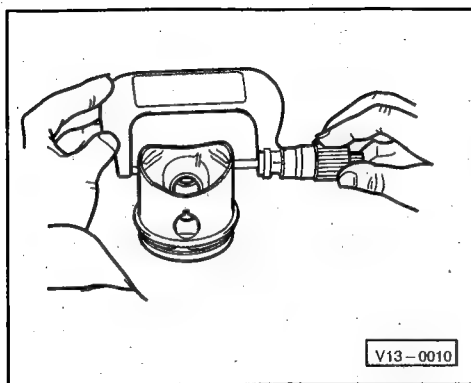

**Fig. 2 Jeu en hauteur des segments de piston : contrôle**
- ♦ Contrôler le jeu en hauteur  $\Rightarrow$  fig. 2
- ◆ Cote de rectification ⇒ fig. 2
◀ **Fig. 2 Cote de rectification de la culasse**